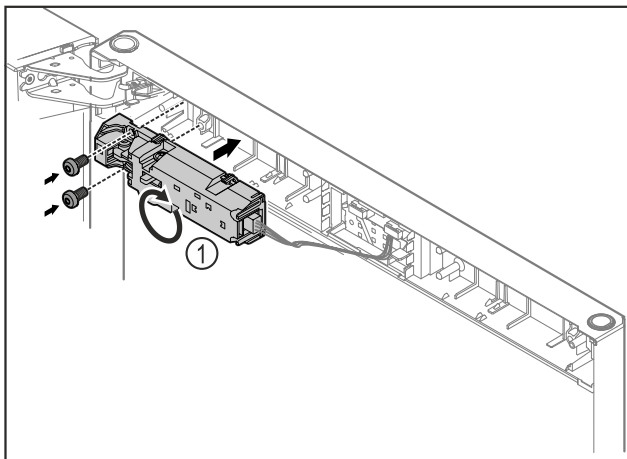

Fig. 13
- ▶ Vrid fjärrlåset Fig. 13 (1) 180° och fäst på motsatt sida.